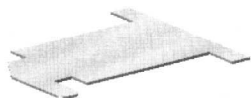
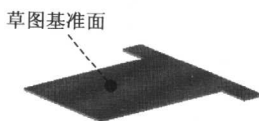

图 1.5 薄片 1
图 1.6 草图基准面
Step3. 添加图 1.5 所示的钣金特征——薄片 1。
(1) 选择命令。选择下拉菜单 **插入(I)** → **钣金(H)** → **薄片(A)** 命令（或单击“钣金”工具栏上的“薄片”按钮 ）。
(2) 定义特征的横断面草图。
① 定义草图基准面。选取图 1.6 所示的表面作为草图基准面。